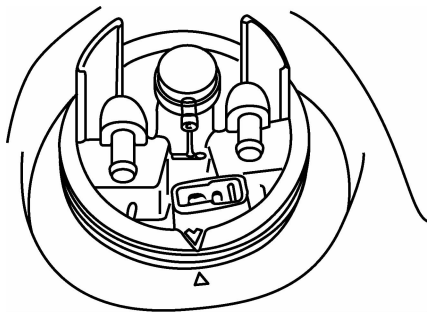

图 2-34 密封凸缘与汽油箱对正标记
(1) 将汽油泵同密封凸缘下引出的输油管和回油管以及汽油泵接头插入到汽油泵上, 并保证软管接头连接紧固。
(2) 将汽油泵插入到汽油箱内。
(3) 用专用工具将汽油泵拧紧在汽油箱底部的固定位置上。
(4) 在汽油箱开口上安装好密封圈, 安装密封圈时用汽油将密封圈润湿。
(5) 将密封凸缘连同浮子和汽油传感器插入到汽油箱开口并压到底。
(6) 注意密封凸缘的安装位置, 密封凸缘上的箭头必须对准汽油箱上的箭头, 如图 2-34 所示。